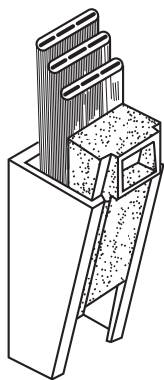

图 10-14 扁电缆夹
(1) 扁形电缆的固定可采用专用扁电缆夹。这种电缆夹是一种楔形夹, 如图 10-14 所示。